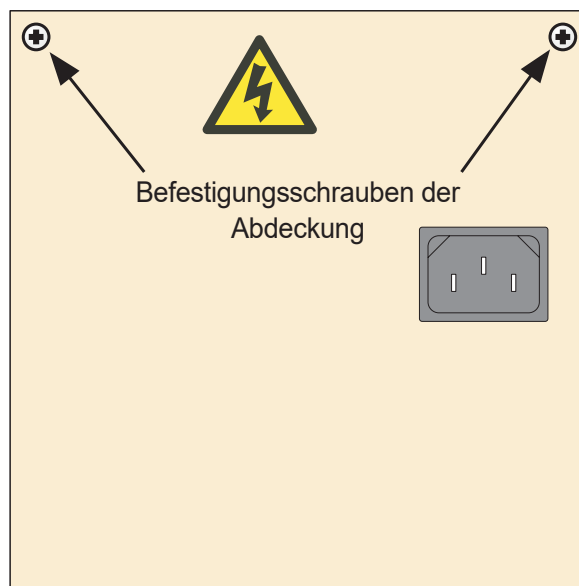

Abbildung 11.2.2a Positionen der Befestigungsschrauben
2. Entfernen Sie auf der Rückseite des Schreibers die Befestigungsschrauben der Klemmenabdeckung (Abbildung 11.2.2a) und bewahren Sie sie für den Wiederaufbau auf.